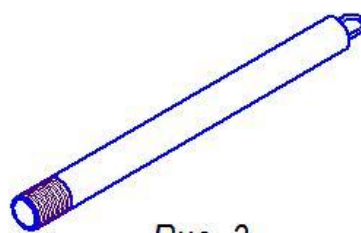

Рис. 3
- 6.2. Вкрутить в резьбовые отверстия лицевой панели патрубki (рис.3) до упора.